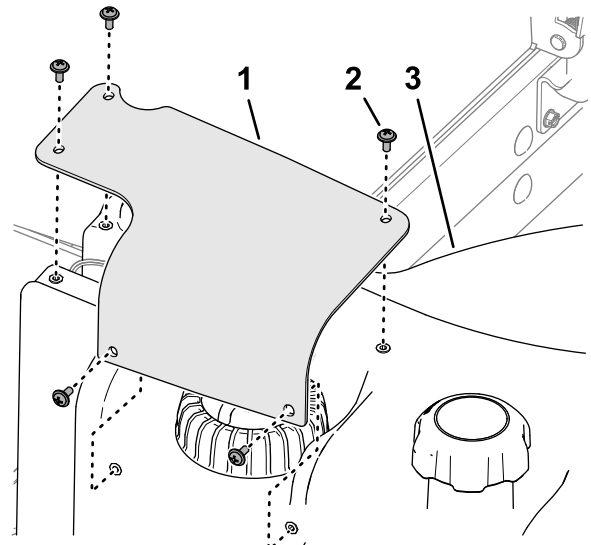

Figure 118
2. Retirez les 5 vis cruciformes qui fixent le couvercle du transmetteur de niveau de carburant sur le réservoir de carburant et déposez le couvercle (Figure 118).